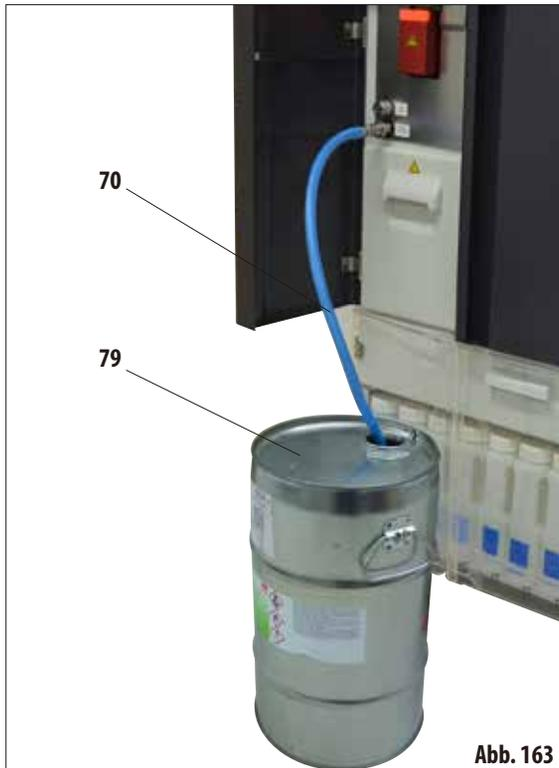

Abb. 163
- Den Schlauch zum kontaktfreien Befüllen/Entleeren (70) anschließen und wie in Abb. 163 gezeigt in die externe Station (79) (z. B. ein Großgebilde) einführen.